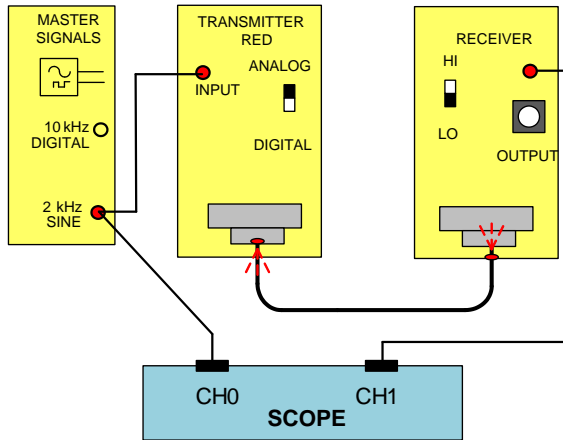

Рис.2. Схема соединений оптико-электронной линии передачи информации
7. Соберите схему, как показано на рис.2.